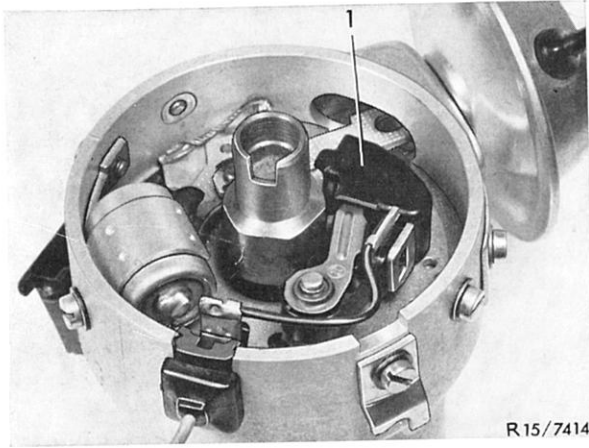

Bild 00—6/3
Bei Zündverteiltern mit Schutzkapsel (1) Schutzkapsel aufstecken. Dabei ist darauf zu achten, daß die Schutzkapsel richtig einrastet und an der Zündverteilerwelle nicht streift (Bild 00—6/3).